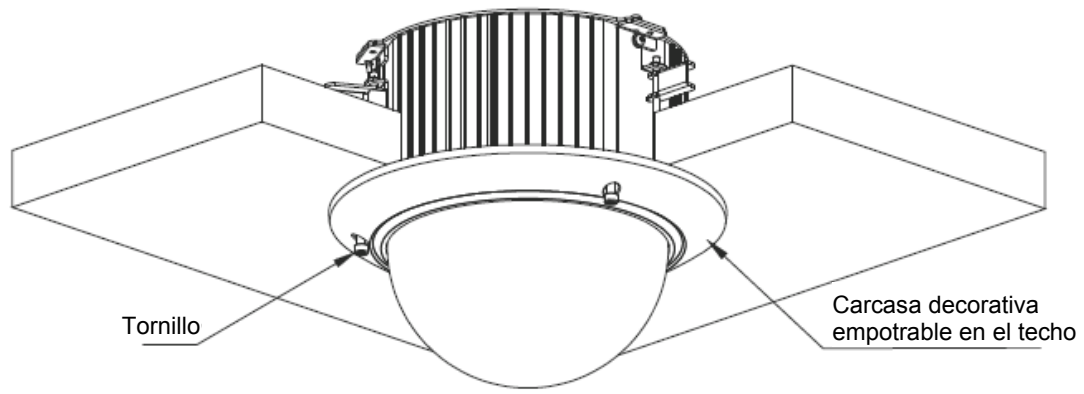
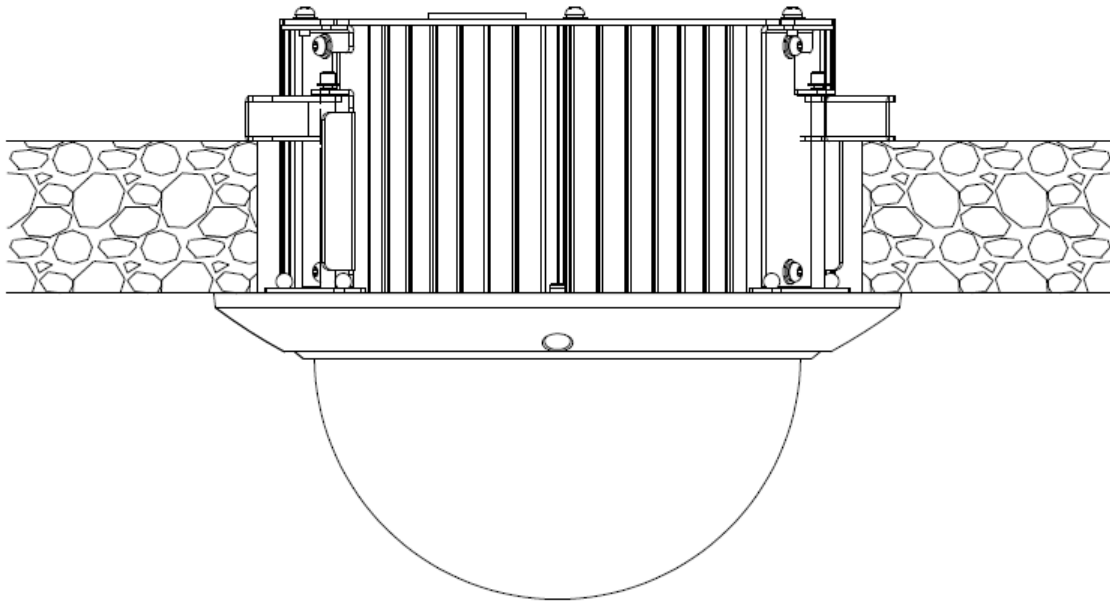

Figura 3-8
Figura 3-9
- 3) Por favor, consulte la Figura 3-8 para usar los tres tornillos para fijar la cubierta decorativa empotrable en el techo a los componentes de montaje de empotramiento en el techo. Consulte la Figura 3-9.